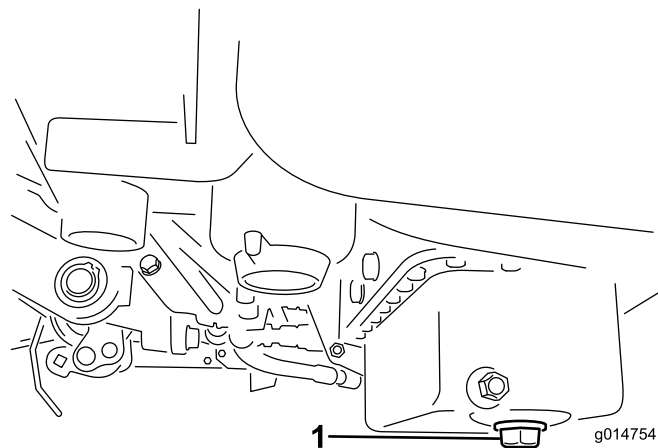

図 42
1. ドレンプラグを外してオイルを容器に受ける。オイルが抜けたらドレンプラグを取り付ける (図 42)。